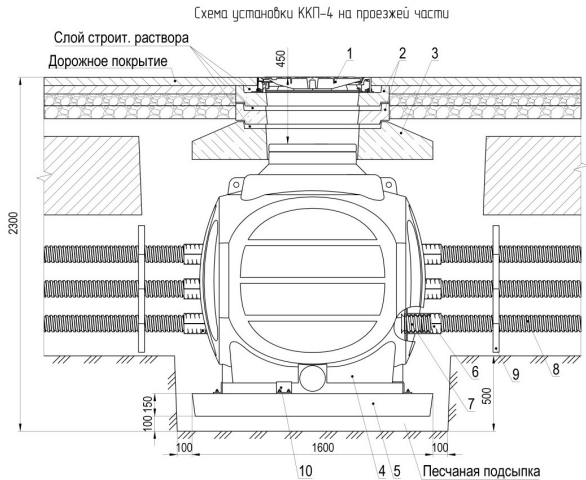

Рисунок 26 - Схема установки кабельного колодца ККП-4-ССД на проезжей части улиц.
10.2.3.2 Схема установки кабельного колодца ККП-4-ССД на проезжей части (рисунок 26).